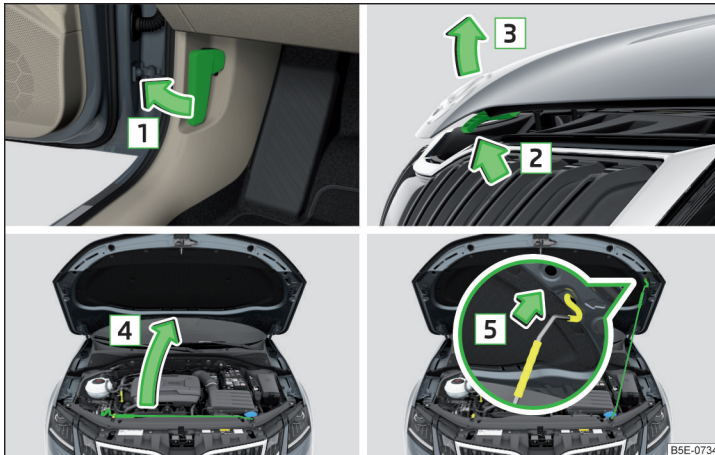

Abb. 320 Motorraumklappe öffnen
- Die Vordertür öffnen und am Entriegelungshebel unterhalb der Schalttafel in Pfeilrichtung **1** ziehen » Abb. 320.